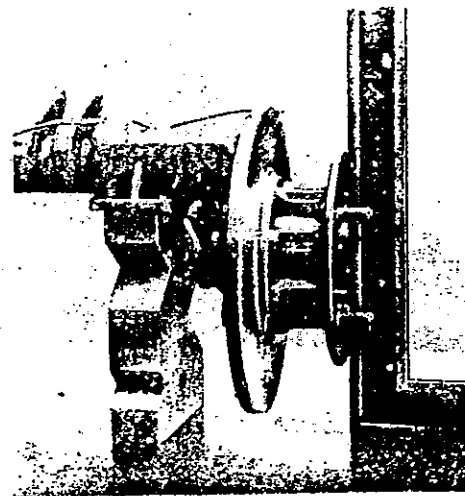

Fig. 03/4 - Contrôle position d'équerre de l'essieu sur plan vertical.
- Le plan d'appui ressort étant en position verticale, contrôler, moyennant équerre et jeu de cales d'épaisseur, la différence entre le bord supérieur et celui inférieur du moyeu (fig. 03/3). Cette mesure doit être de 1 à 1,3 mm.
- Le plan d'appui ressort étant en position horizontale, la différence entre le bord supérieur et celui inférieur doit être nulle (fig. 03/4).